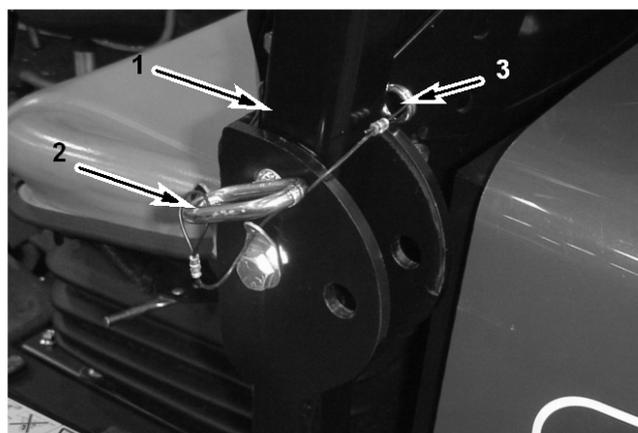

Figura 11
1. Rimuovete le coppiglie e le due spine dal roll bar (Figura 11).
2. Alzate il roll bar in verticale, inserite le due spine e fissatele con le coppiglie (Figura 11).